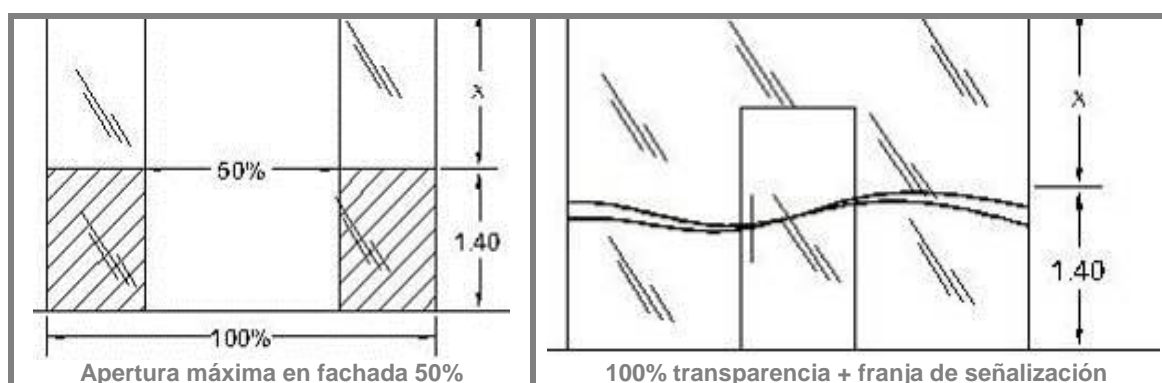

Fig. 1: accesos y fachadas
- Para el acceso se debe considerar como máximo el 50% del frente, con puerta de cristal tipo Protex sin perfiles, bordes o uniones de otro material. [fig.1]